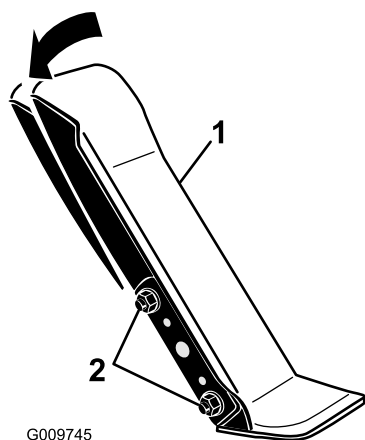

Figura 61
1. Desaperte as duas porcas e parafusos que fixam o lado esquerdo do pedal de tracção ao suporte (Figura 61).
2. Rodar o pedal para o ângulo de funcionamento pretendido e apertar as porcas (Figura 61).